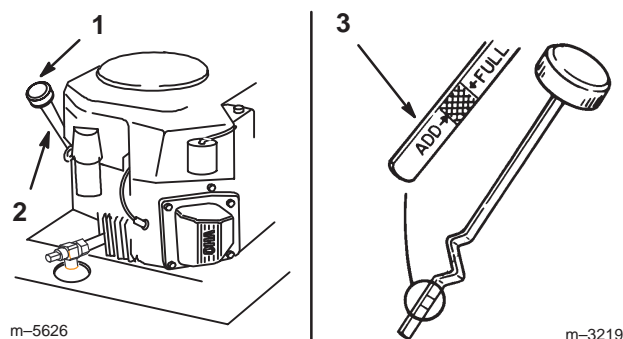

Figure 29
4. Nettoyez la surface autour de la jauge d'huile (Fig. 29) pour éviter que des impuretés ne s'introduisent dans le goulot de remplissage, ce qui risquerait d'endommager le moteur.
5. Dévissez la jauge d'huile et essuyez soigneusement l'extrémité métallique (Fig. 29).
6. Enfoncez la jauge complètement dans le goulot de remplissage, sans la visser (Fig. 29). Sortez de nouveau la jauge et examinez l'extrémité métallique. Si le niveau est bas, versez lentement une quantité d'huile suffisante dans le goulot de remplissage pour amener le niveau au repère du plein (F).
5. Versez lentement environ 80% de la quantité d'huile spécifiée dans le goulot de remplissage (Fig. 29) (voir Changement de l'huile moteur et du filtre, page 29).